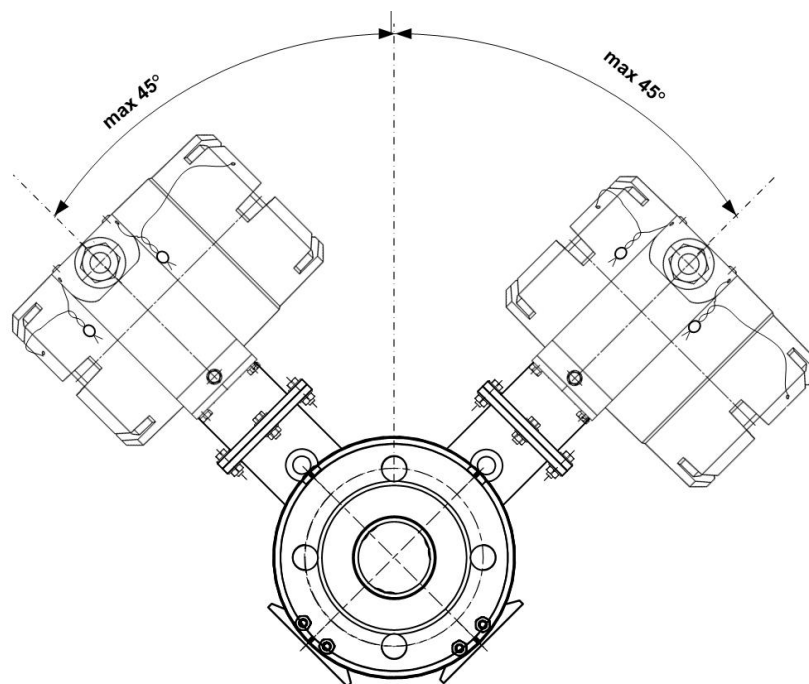

Рис.4 - Расположение ВП расходомера при монтаже
3.3.2 При монтаже в горизонтальный или наклонный трубопровод рекомендуется располагать расходомер вторичным преобразователем вверх (рис.4). Угол отклонения оси стойки ВП от вертикальной плоскости, проходящий через ось трубопровода, не должен превышать 45°.